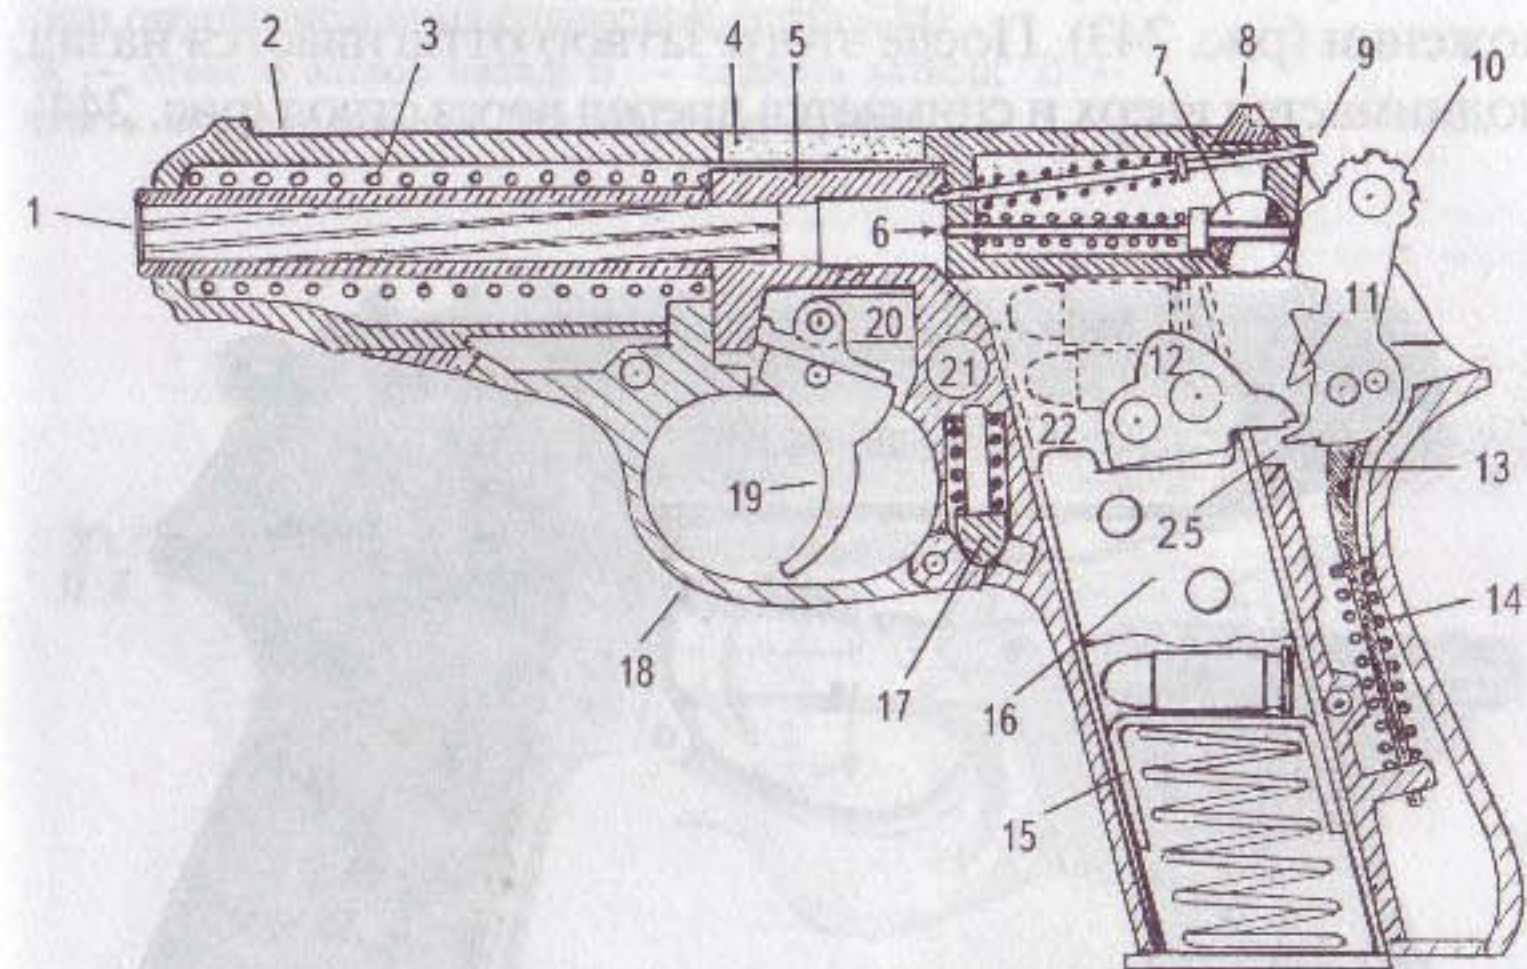
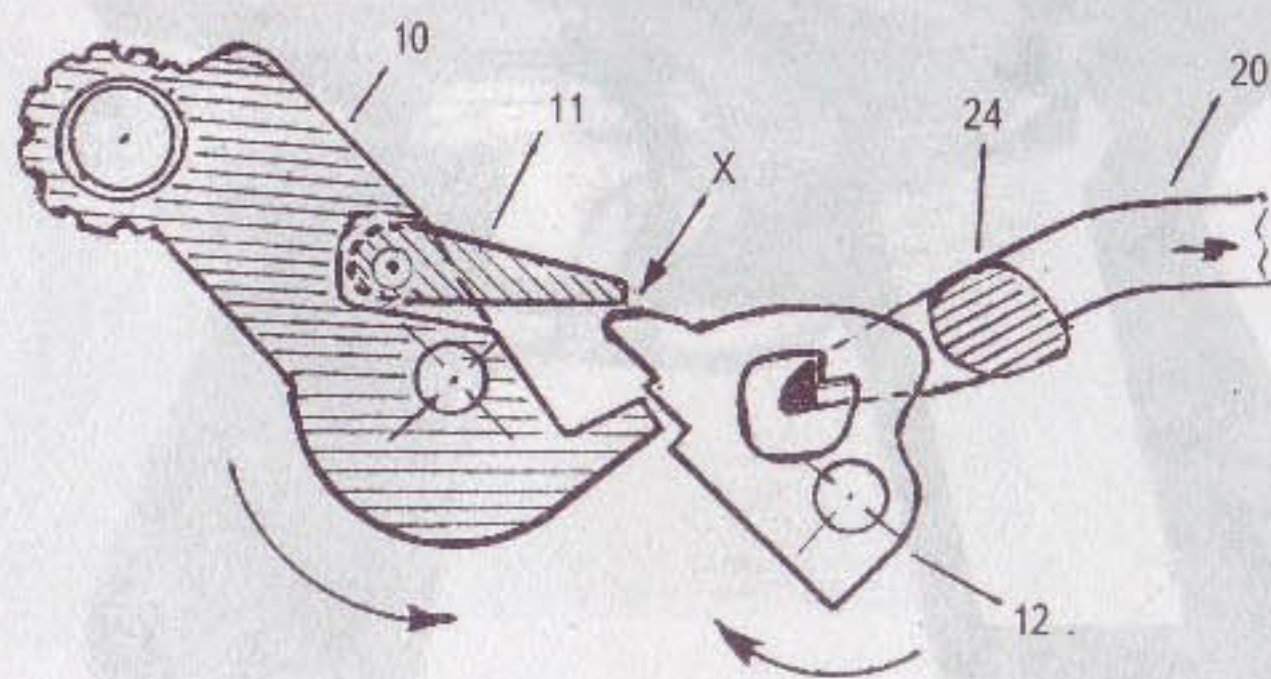

Рис. 242. Технический разрез германского пистолета Вальтер ПП (Polizei pistol) образца 1921 года калибров 7,65 и 9 мм:
Рис. 251. Срабатывание самовзводом: точка X — момент взаимодействия шатуна самовзвода со спусковым рычагом
Карл Вальтер был первым из оружейников, который в комплексе решил эту проблему. Его знаменитый полицейский пистолет Вальтер ПП (Polizei pistol), появившийся в 1921 году (рис. 240, 241), был заметной вехой в развитии оружейной мысли. Новый автоматический пистолет Вальтера был прост и работал по вышеописанному принципу отдачи свободного затвора. Технический разрез оружия представлен на рис. 242. Патрон запирался в стволе массой кожуха-затвора, подпираемого возвратной пружиной. Курок пистолета — открытого типа, при этом можно было визуально или на ощупь определять, взведен он или нет. При выстреле под действием силы отдачи затвор отходит назад вместе со стреляной гильзой примерно на 3–4 мм, к этому моменту пуля уже покидает канал ствола, давление в котором падает до нуля. Затвор под дей-
При нажиме на спусковой крючок спусковая тяга (20) продвигается вперед (см. рис. 242, 252) и поворачивает по часовой стрелке спусковой рычаг (12), который, воздействуя на подпружиненный шатун (11), поворачивает против часовой стрелки курок (10) и взводит его (рис. 251), после чего шатун срывается со спускового рычага и ударяет по ударнику.
Предохранитель расположен в самом удобном для работы месте — на затворе, в задней его части, там, где мы привыкли видеть его на современных оружейных системах. Предохранитель при его постановке поворачивается в поперечном отверстии затвора. На ударнике имеется углубление. При включении предохранителя (повороте флажка) его цилиндрическая ось входит в углубление на ударнике и удерживает его в заднем положении (7 на рис. 242). При постановке на предохранитель ударник застопоривается и не может получить движение при ударе по нему курка. Кроме того, во время постановки оружия на предохранитель невозможно сцепление курка с шепталом; таким образом, оружие при постановке на предохранитель дважды предохранено.
Полицейский Вальтер для «обиходности» обращения снабжен указателем наличия патрона в патроннике (9 на рис. 242). Указатель этот представляет собой подпружиненный сигнальный штифт, проходящий через корпус кожуха-затвора. При наличии патрона в патроннике сигнальный штифт, вытолкнутый дном патрона назад, появляется из затвора между курком и прицельным приспособлением — целиком (9 на рис. 258). При заряженном пистолете сигнальный штифт заметно выступает над поверхностью затвора. Он хорошо виден и, кроме того, отлично ощупывается в темноте или в кармане.